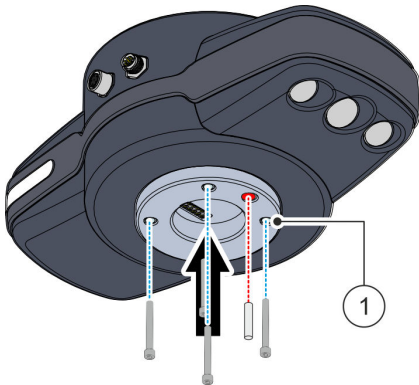

Abb. 62 Werkzeug festschrauben
04. Werkzeug mit optionalem Passstift und 4 M6-Schrauben an den Bohrungen **Abb. 62/①** des Verbindungsflanschs befestigen.